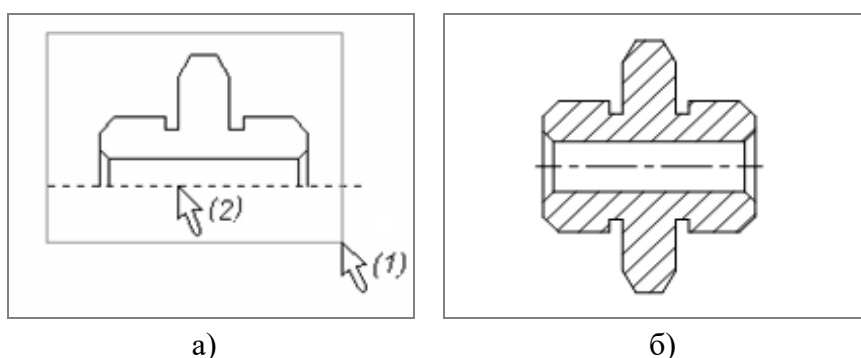

Рисунок 39 – Порядок выполнения операции симметричного копирования и штриховки
2.5.3 Выполните операцию копирования элементов способом осевой симметрии. Порядок выполнения: вызвать команду  («Чертеж|Копия|Копирование симметрично»). Вначале выбрать элементы копирования при помощи рамки (1) (рисунок 39а), далее указать на линию
2.5.4 Выполните штриховку и вычертите ось симметрии (рисунок 39б).